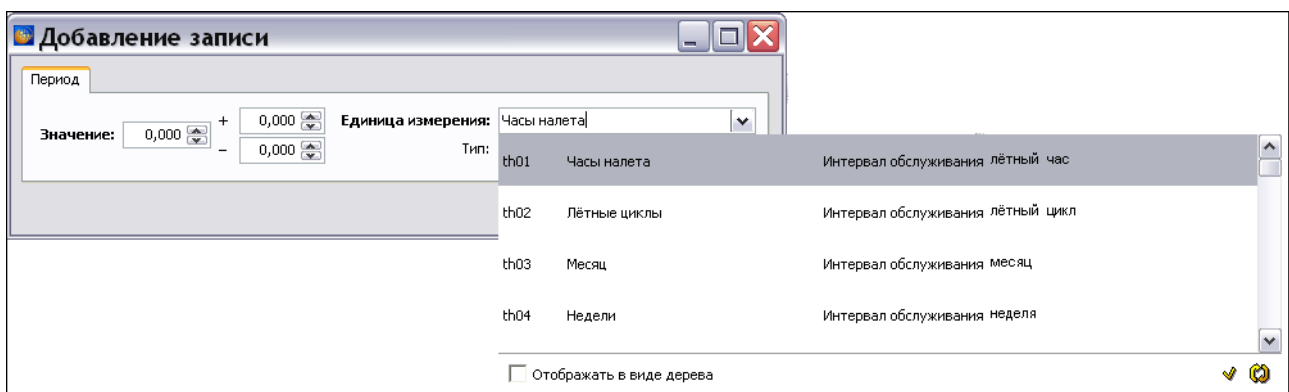

Рис. 7.8
5. Окно единиц измерения можно также вызвать, нажав на кнопку , расположенную справа от поля ввода **Единица измерения** (Рис. 7.8).